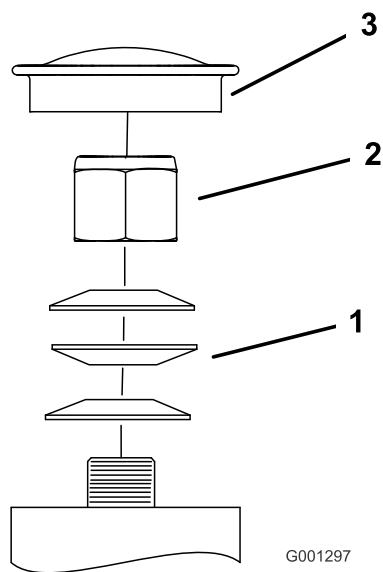

Figura 59
3. Togliete il coperchietto antipolvere dalla ruota orientabile e serrate il dado di bloccaggio (Figura 59).
4. Serrate il dado di bloccaggio finché le rondelle elastiche non sono piatte, quindi allentate di un quarto di giro per mettere a punto il precarico sui cuscinetti (Figura 59).
**Importante:** Verificate che le rondelle elastiche siano correttamente montate, come riportato nella Figura 59.
5. Montate i coperchietti antipolvere (Figura 59).